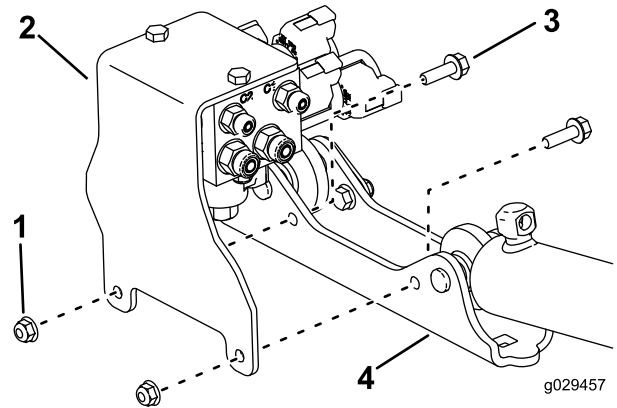

Figure 5
- Déposez le support de vanne de la plaque de montage du vérin (Figure 5).